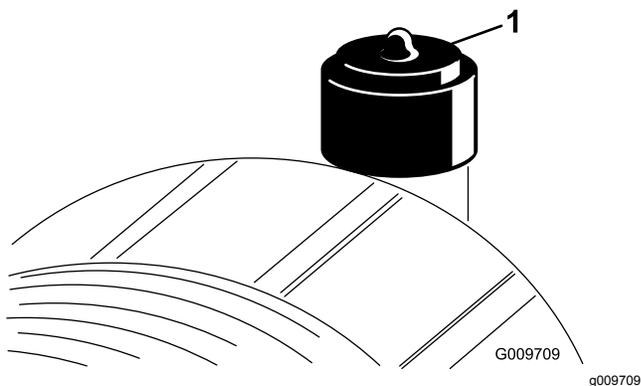

Рисунок 54
Обслуживание фильтра воздухоочистителя следует производить только при соответствующих показаниях индикатора необходимости технического обслуживания (Рисунок 54). Более частая замена воздушного фильтра (без необходимости) ведет лишь к повышению вероятности попадания грязи в двигатель при снятии фильтра.
2. Сбросьте показание индикатора (Рисунок 54) при наличии сигнала красного цвета.